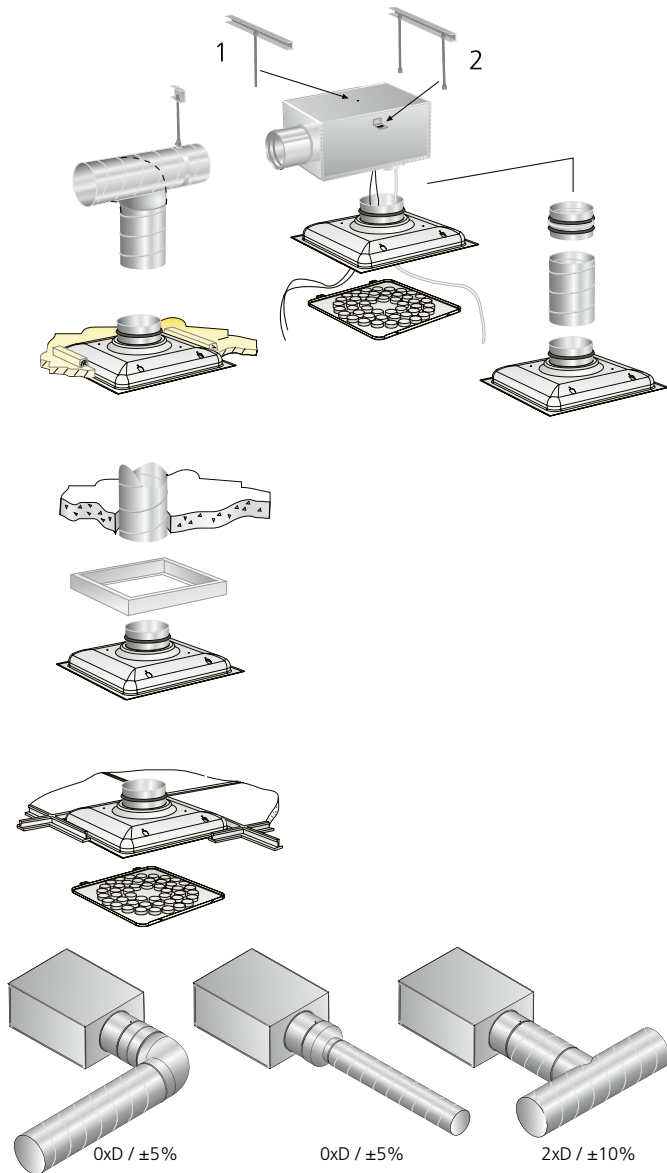

Abb. 2. Montagealternative für Anschlusskasten ALS. Siehe das Produktblatt für REACT ALS für Montagealternativen mit aktivem Anschlusskasten.
- Der Abstand zwischen Anschlusskasten und Luftauslass kann mit gewöhnlichem Rundrohr bis zu einer Länge von 500 mm verlängert werden, ohne dass Messschlauch und Klappenstellvorrichtung verlängert werden müssen, siehe Abb. 2.
- Messgenauigkeit und Anforderungen an eine gerade Strecke vor dem Anschlusskasten, siehe Abb. 2.
- Abb. 2 zeigt einen Bogen, eine Durchmesserverjüngung und ein T-Stück.